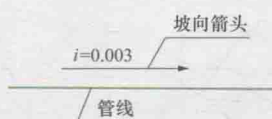

图 1-6 坡度及坡向表示
(5) 坡度、坡向的表示。管道的坡度及坡向表示管道倾斜的程度和高低方向, 坡度用字母“ $i$ ”表示, 在其后加上等号并注写坡度值; 坡向用单面箭头表示, 箭头指向低的一端, 常用的表示方法如图 1-6 所示。
(6) 管道连接的表示。管道连接有法兰连接、承插连接、螺纹连接和焊接连接, 它们的连接符号见表 1-1。